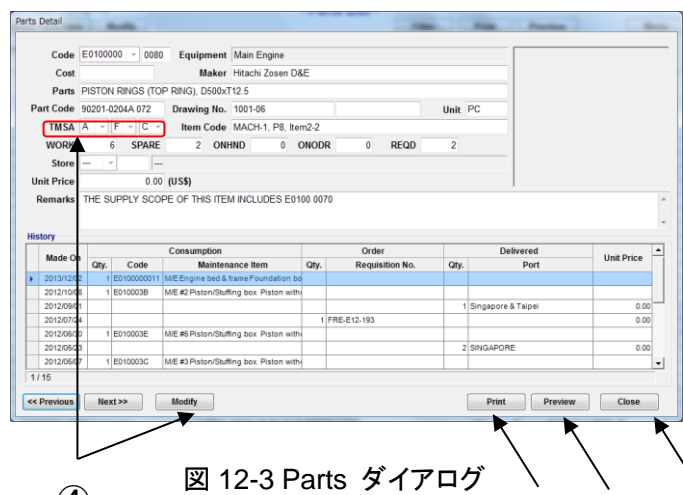

図 12-3 Parts ダイアログ
- (3) アイテムをクリックし[Detail Parts Data]ボタンをクリックすると “Parts ダイアログ”(図 12-3) が表示されます。
- (4) SMS カテゴリーのみ変更可能です。
- (5) 印刷したい場合は[Print]を選択してください。
- (6) 印刷画面を確認したい場合は[Preview]を選択してください。
- (7) 画面を終了したい場合は[Close]を選択してください。
- (8) [shortage]のラジオボタンを選択してください。